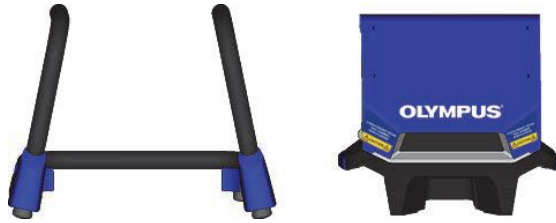

图 B-6 工作站的支架和样品舱
1. 将工作站的支架和样品舱并排放置在一张桌子或台子上（参见第119页的图 B-6）。